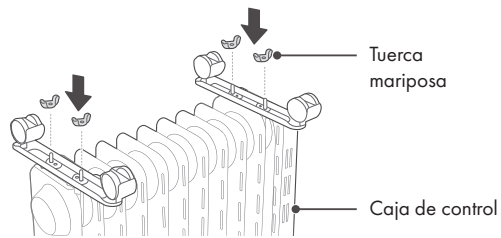

Figura 2
3. Asegure los dos juegos de ruedines con cuatro tuercas de mariposa y apriételas para evitar que los juegos se salgan (ver figura 2). Entonces déle la vuelta al aparato y colóquelo en el suelo sobre las ruedas.